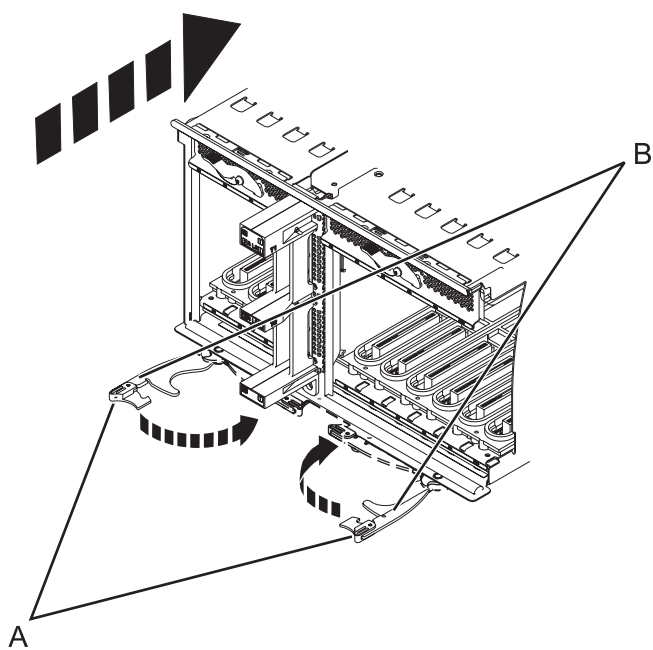

Figure 61. Installation de la carte mère d'entrée-sortie sur un modèle monté en armoire
8. Insérez la carte mère d'entrée-sortie fermement dans le serveur, comme indiqué dans la figure 61, à la page 82.
9. Fixez la carte mère d'entrée-sortie avec les languettes de verrouillage (A), comme indiqué dans la figure 61, à la page 82.